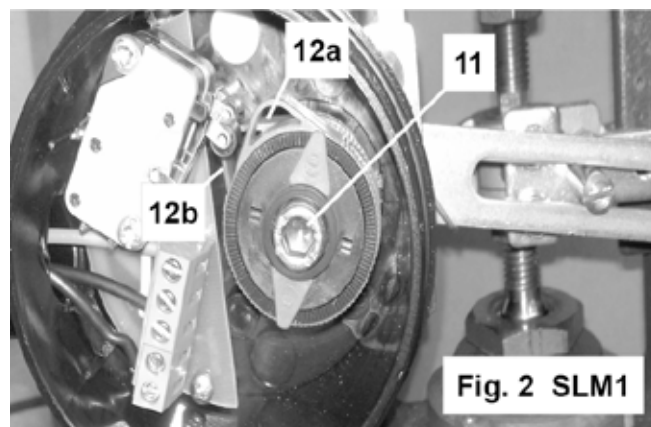
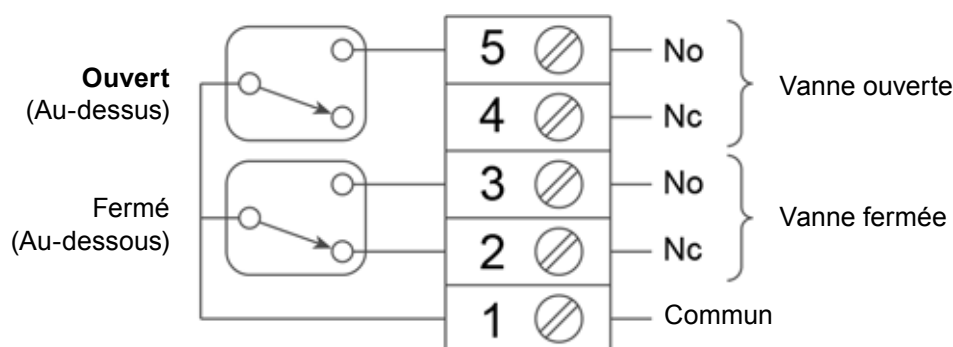

Fig. 2 SLM1
Fig. 3 - Schéma de câblage du SLM1
En fonction de la Figure 2 - Commencer avec la vanne et l'actionneur assemblés et la vanne sera en position fermée. Desserrer les vis (11) pour libérer les deux cames 14a et 12b), environs 3 tours, et régler la came inférieure pour activer le contact inférieur.
En fonction de la Figure 3 - Vérifier **la continuité** entre le contact 1 et le contact 3 (NO - Normalement ouvert) et **la non-continuité** entre le contact 1 et le contact 2 (NC - Normalement fermé) avec un ohmmètre.
En fonction de la Figure 2 - Commencer avec la vanne et l'actionneur assemblés et la vanne sera en position ouverte. Ajuster la came supérieure pour tourner sur le contact supérieur. Serrer les vis (11) maintenant les cames en place. En fonction de la Figure 3 - Vérifier avec un ohmmètre **la continuité** entre le contact 1 et le contact 5 (NO - Normalement ouvert) et **la non-continuité** entre le contact 1 et le contact 4 (NC - Normalement fermé).